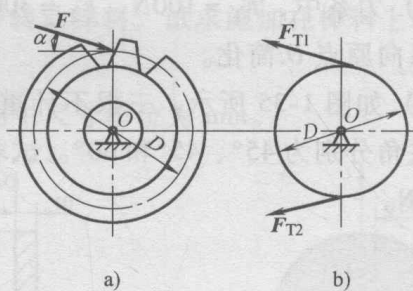

图 1-29
(11) 试求图 1-29 所示齿轮和传动带上各力对点 O 之矩。已知： $F = 1\text{kN}$ ， $\alpha = 20^\circ$ ， $D = 160\text{mm}$ ， $F_{T1} = 200\text{N}$ ， $F_{T2} = 100\text{N}$ 。